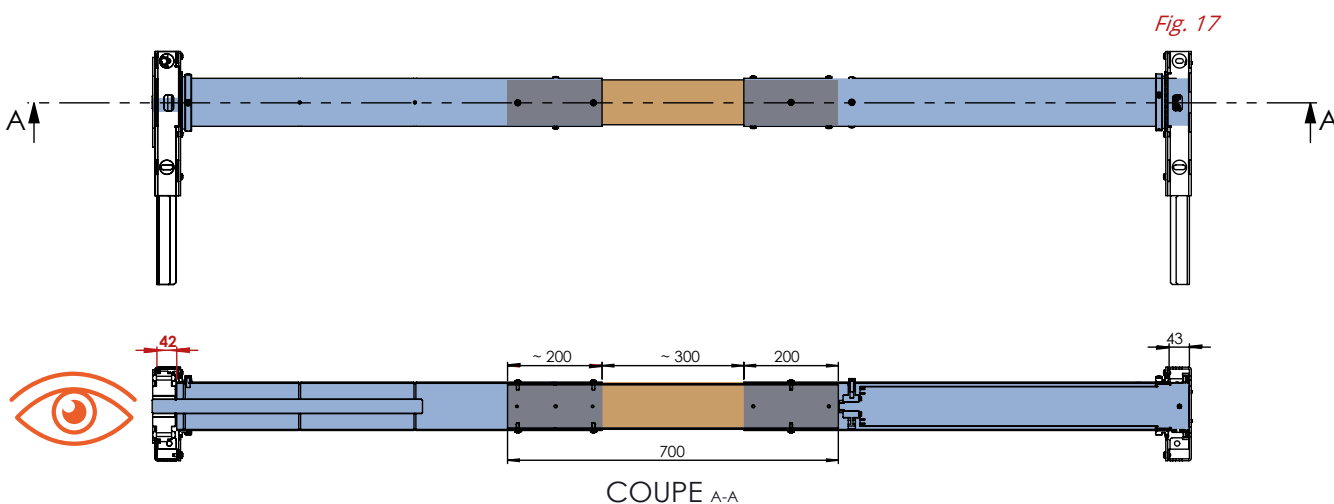

Fig. 17
**4 / VÉRIFIER QUE LA DISTANCE ENTRE L'EXTRÉMITÉ DE L'ARBRE ET LE PALIER EST BIEN DE **42 MM** DU CÔTÉ OPPOSÉ AU MOTEUR (FIG. 17)**
**5 / VERROUILLER LES DEUX PARTIES DE L'ARBRE : PERCER LE MANCHON À L'EMPLACEMENT DES TROUS DE L'ARBRE (CÔTÉ OPPOSÉ MOTEUR) ET PASSER LES VIS AUTOFORMEUSES DU MANCHON DANS LES TROUS DE L'ARBRE. EN POSITION FINALE, LA PARTIE VISIBLE DU MANCHON DEVRAIT L'ÊTRE SUR 300 MM (FIG. 17)**